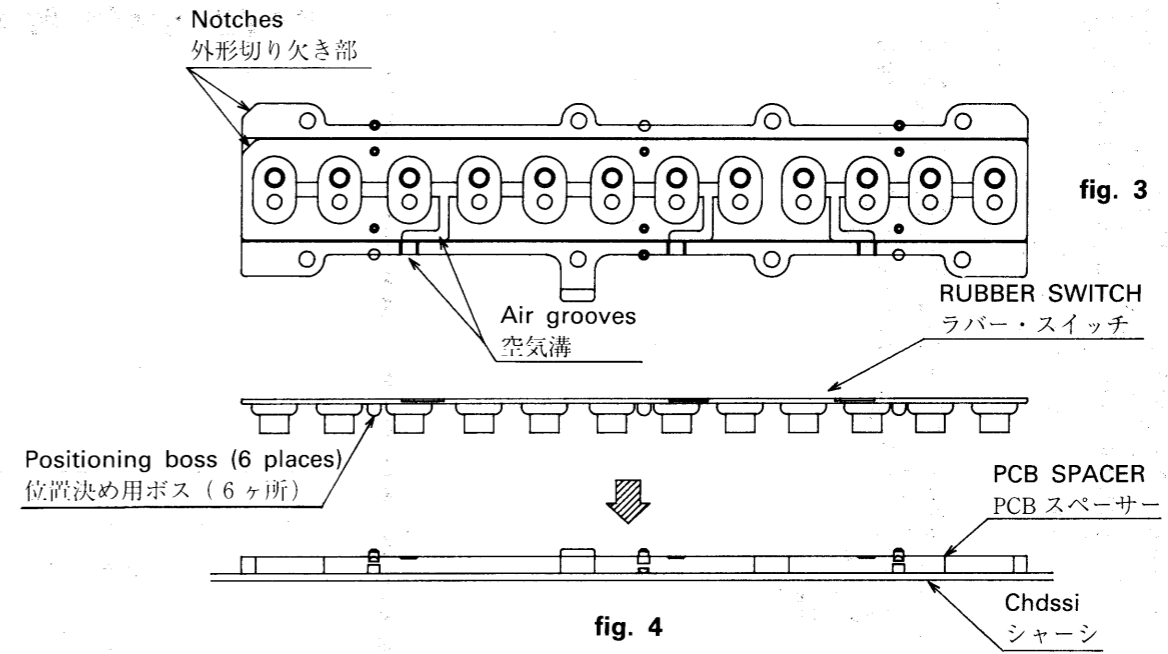

fig. 4
2) Then, locate the bosses of the Rubber Switches in the round holes of the Spacers, and as done for the Spacers, put one Rubber Switch 8PL, four Rubber Switches 12P, one Rubber Switch 13P and one Rubber Switch 7PH in order, starting on the lower tone side. At this time, carefully match the positions of the Rubber Switches, Spacer notches and air grooves. (See fig. 3 and fig. 4.)
2) 次に、SPACER の丸穴部に RUBBER SWITCH のボスを位置決めして、SPACER と同様に低音側より順に RUBBER SWITCH 8PL, RUBBER SWITCH 12P を 4 個、RUBBER SWITCH 13P, RUBBER SWITCH 7PH と置いていきます。この際、RUBBER SWITCH と SPACER の外形切り欠け部、及び空気溝の位置が合うように注意してください。(fig.3 fig.4 参照のこと)